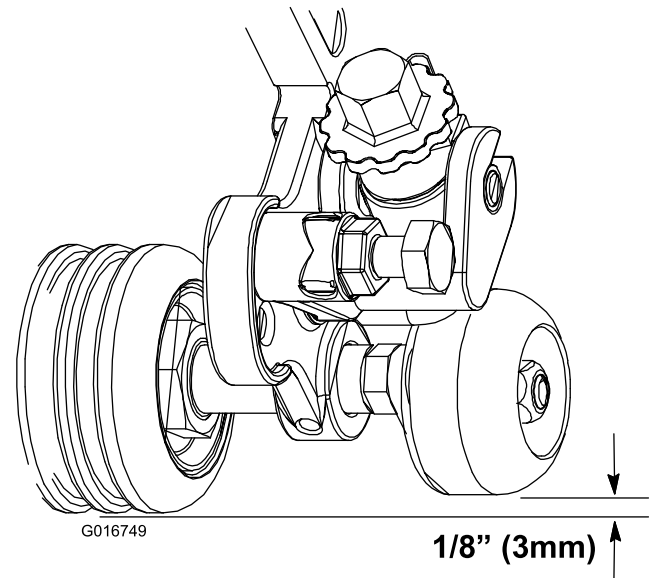

Figura 2
6. Gire el rodillo hacia abajo hasta que esté 3 mm más alto que el rodillo delantero (Figura 2).